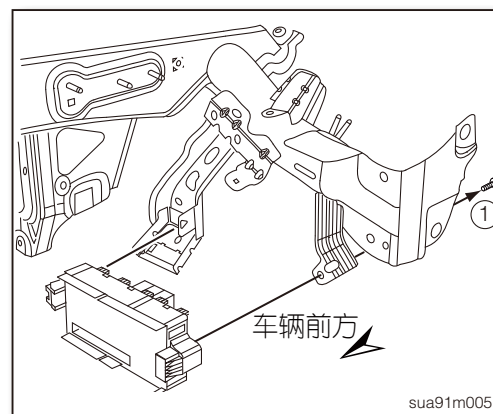

图7
3. 拆下室内保险丝盒固定螺丝① (如图7), 接着将室内保险丝盒从仪表板横梁上取下。